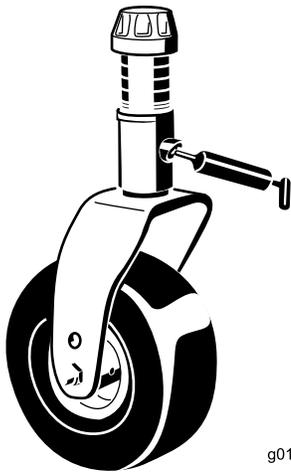

Figura 45
- 1 boccola dell'albero della forcella della ruota orientabile (Figura 45)